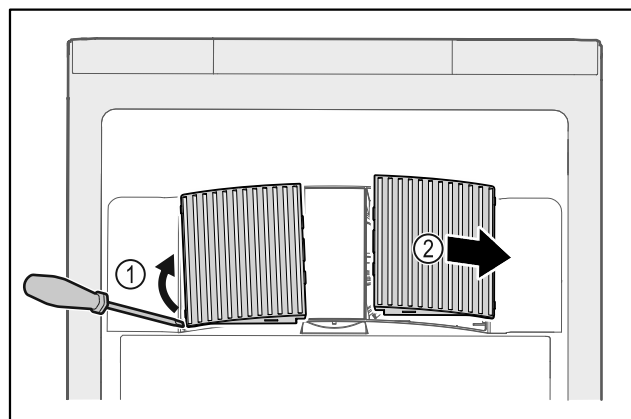

Fig. 147
- ▶ Осторожно подденьте крышки вентилятора сбоку Fig. 147 (1) и снимите их движением вперед Fig. 147 (2).